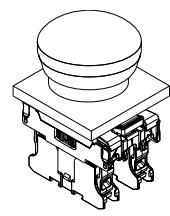

図6
6. 取り付けフランジ上に接点キャリアを取り付けた後、接点押さえは自動的に追加固定されます。(図6参照)それにより、誤った取り付けが排除されます。適正な取り付けかどうか、再度チェックして下さい。